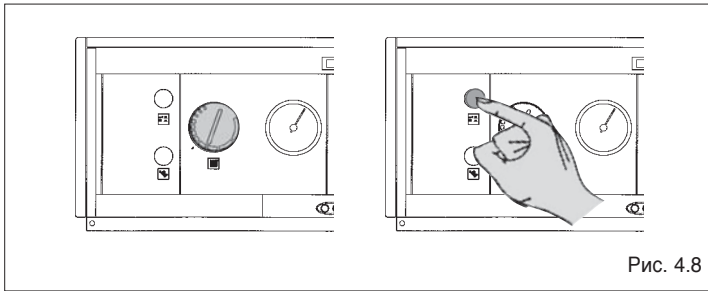

Рис. 4.8
- при изменении настройки регулирующего термостата (Рис. 4.8);